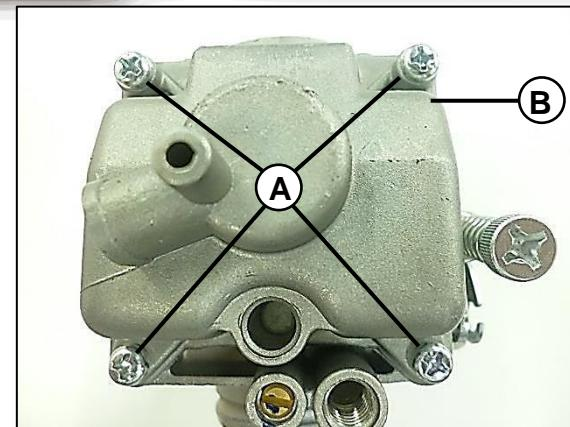

Fig.05
- Retire los tornillos **(A)** que sujetan la tasa del carburador. **Fig.05**